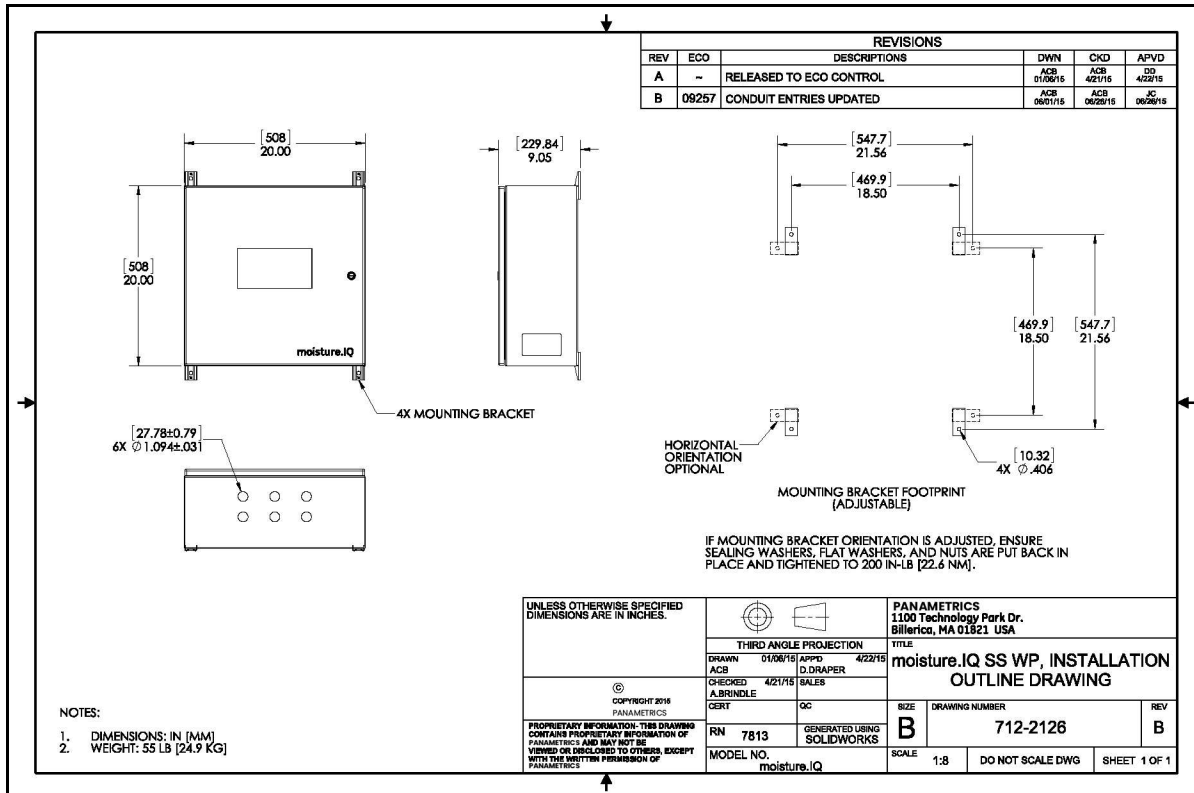
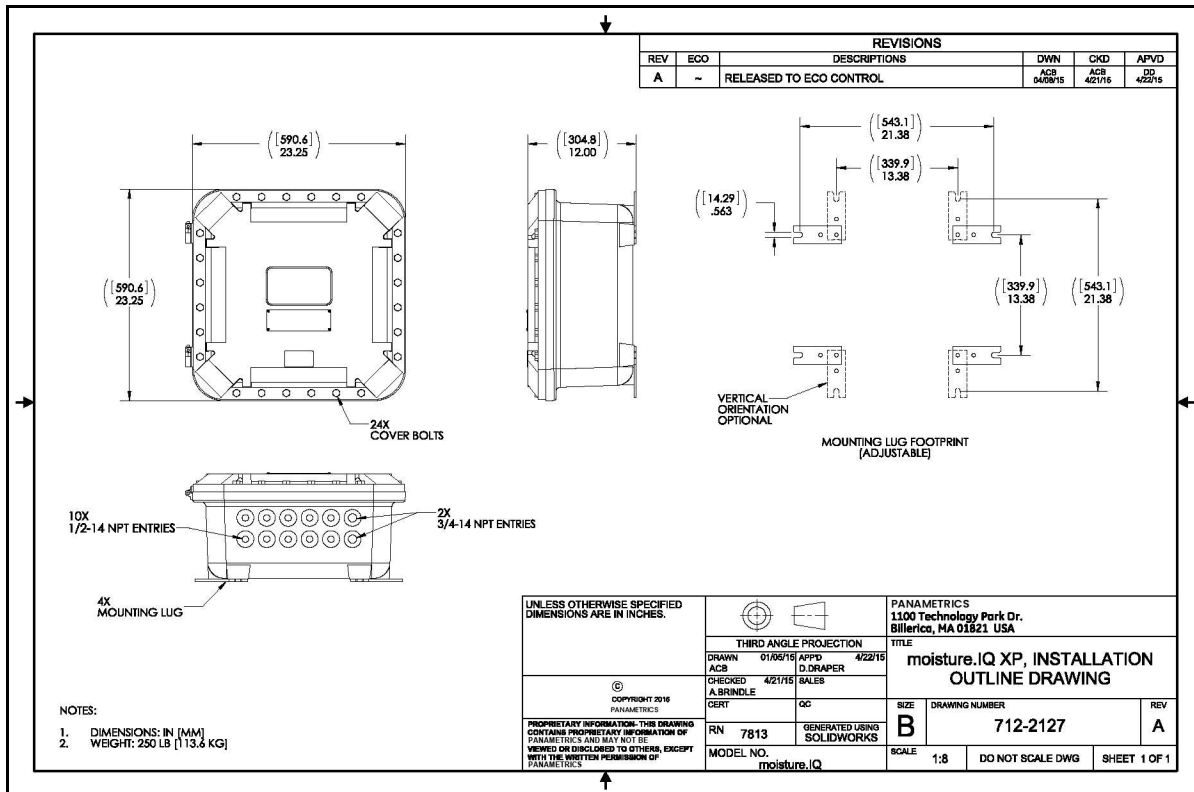

Figura 10: Plano esquemático de instalación SS WP (Plano 712-2126_revB, SH 1 de 1)
Figura 11: Plano esquemático de instalación XP (Plano 712-2127_revA, SH 1 de 1)
- La instalación debe reunir los requisitos de los *diagramas de instalación* 712-2126, versión de acero inoxidable resistente a la intemperie (consulte la *Figura 10 en la página 6*), y 712-2127, versión a prueba de explosión (consulte la *Figura 11 en la página 6*).